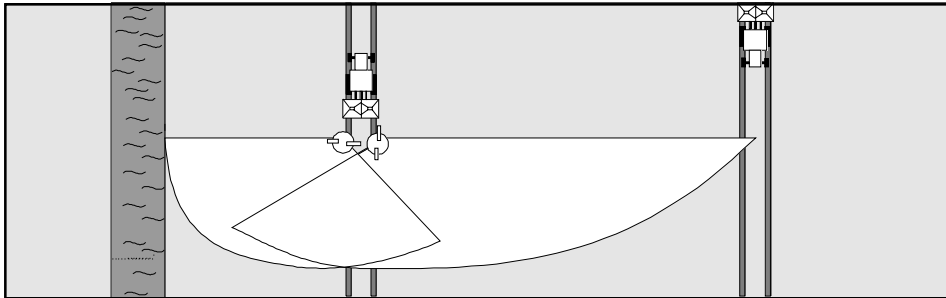

Fig. 7.19
Zum **Grenzstreuen** (gemäß Düngeverordnung) (Fig. 7.19) bzw. **Randstreuen** (neben eigene, gleich zu behandelnde Flächen) (Fig. 7.20) die **linke "Omnia-Set"** Streuscheibe (linksseitiges Randstreuen - Normalfall), in Fahrtrichtung gesehen, **gegen** die entsprechende Grenzstreuscheibe **"Tele-Set" auswechseln**. Zum rechtsseitigen Randstreuen ist eine spezielle Grenzstreuscheibe lieferbar.
7.6.1.1 Grenzstreuen gemäß Düngeverordnung (Fig. 7.19)
7.6.2 Einstellen der Grenzstreuscheibe gemäß Düngeverordnung (Fig. 7.19)